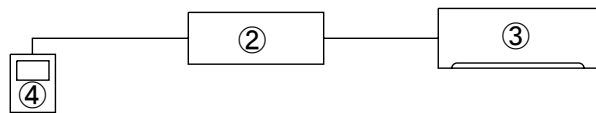

Fig. 2-1
**Centralized control (Fig. 2-1)**